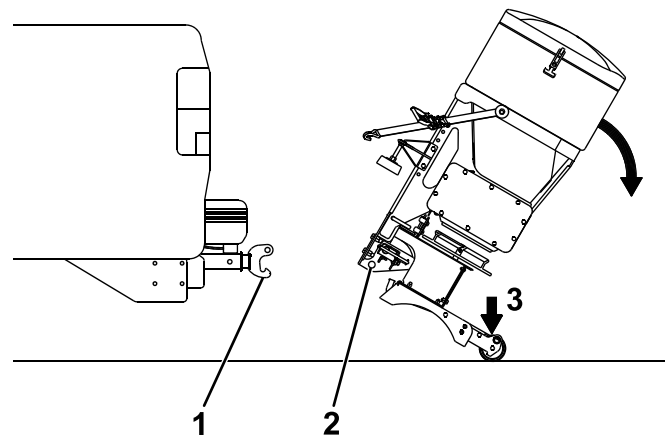

Figura 21
3. Sujete firmemente el esparcidor y pise sobre el conjunto de la pata para hacerlo rotar hacia atrás, hasta que el pasador inferior del acoplamiento RT3 salga del gancho del enganche RT3 (Figura 21).